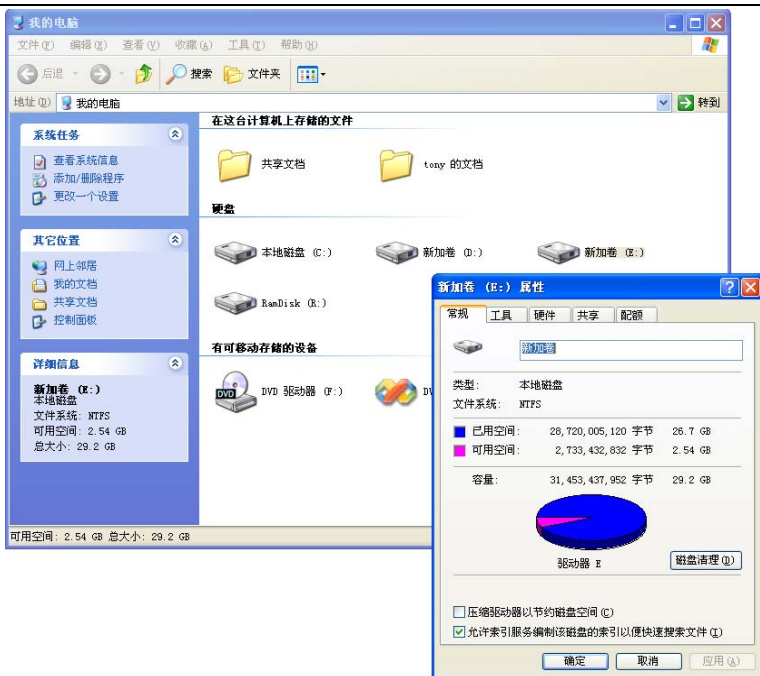

图 6 NTFS 文件系统属性图示
**注意：**FAT文件系统在断电时出错的几率比较高，安装软件时，都需要安装到 NTFS的文件系统里。否则断电或非法关机时，可能出现整个目录出错的问题，导致工步文件出错，或系统文件出错，或数据文件出错。NTFS系统属性显示请参照图 6。